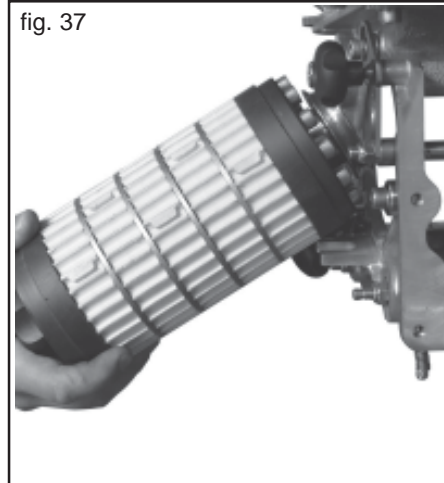

fig. 37
- 2) Extraire le roulement de encemencement (Fig. 37) comme décrit et indiqué précédemment.